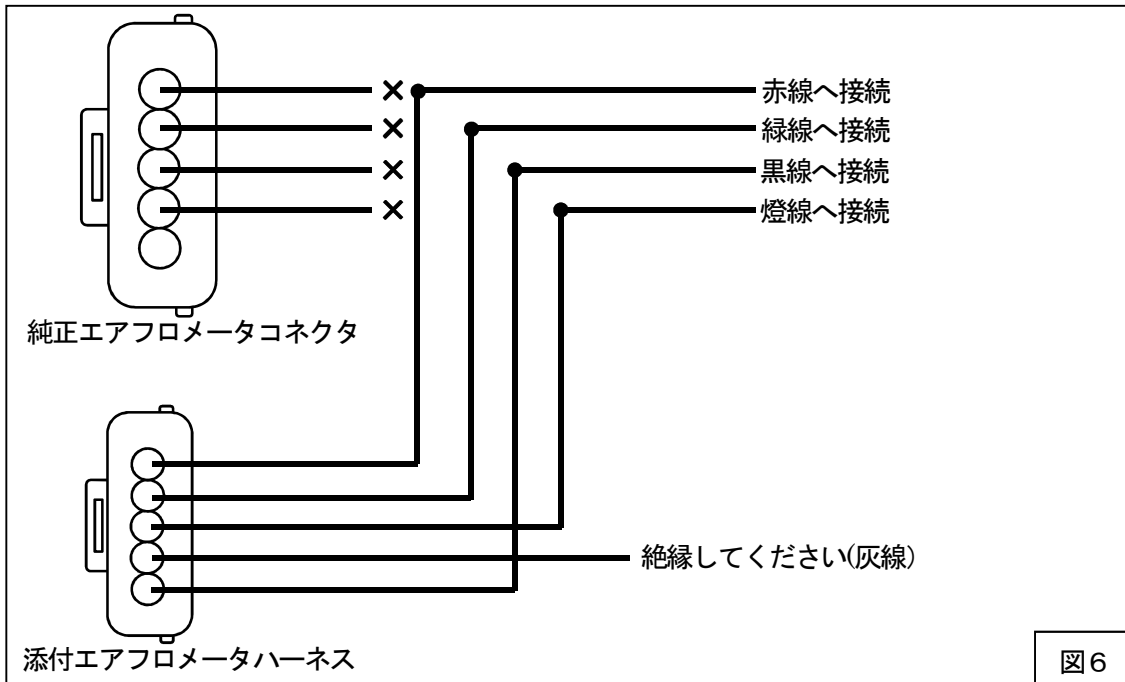

図6
(1) 純正エアフロメータコネクタの配線をカットして、キットのエアフロメータハーネスを接続してください。(図6)